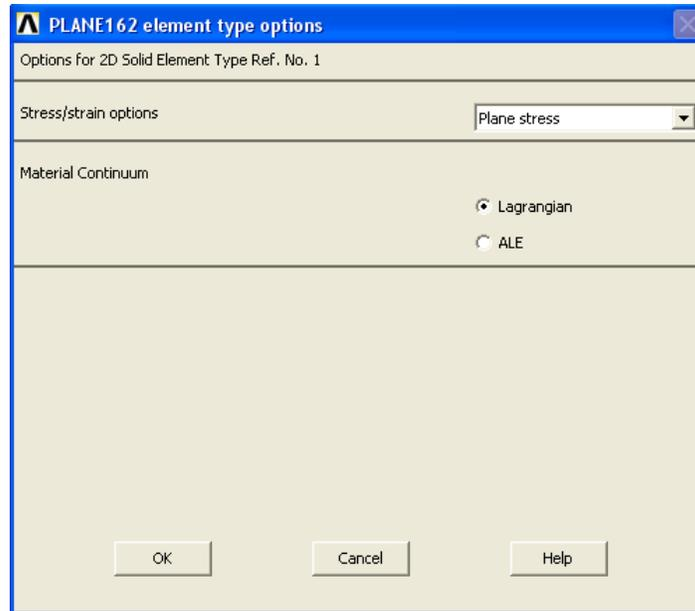

Рисунок 73. Окно *PLANE162 element type options*
- В окне *PLANE162 element type options* (Рисунок 73) устанавливаем следующие опции: